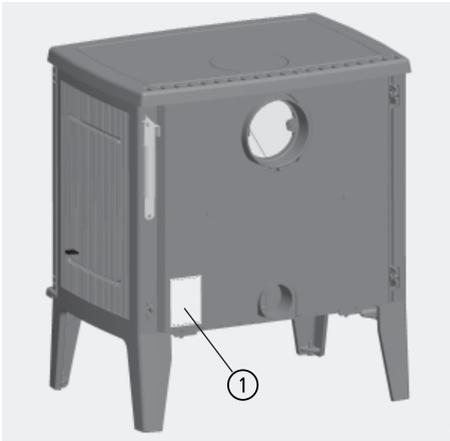

Abb. 9.2 Geräteschild / CE-Kennzeichnung auf der Geräterückseite
Das Geräteschild / die CE-Kennzeichnung ① des ALLEGRA oder des ALLEGRA small befindet sich auf der Geräterückseite auf dem Strahlungsblech (siehe „Abb. 9.2 Geräteschild / CE-Kennzeichnung auf der Geräterückseite“ auf Seite 58).